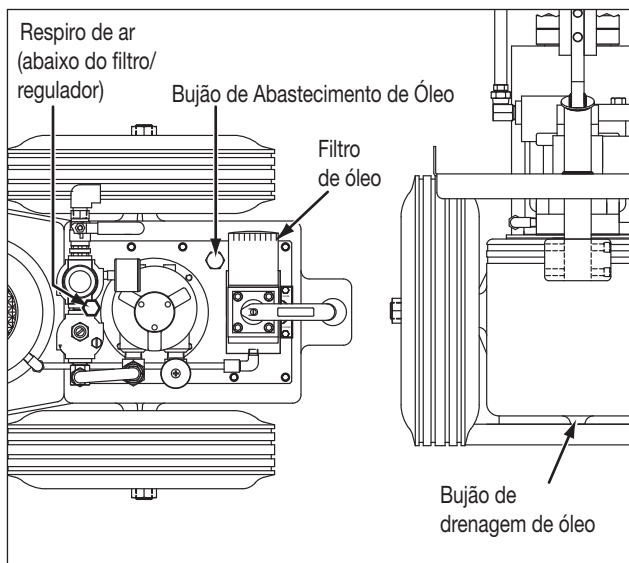

Figura 6, troca de óleo
6.2 Troca de óleo (veja a figura 6)